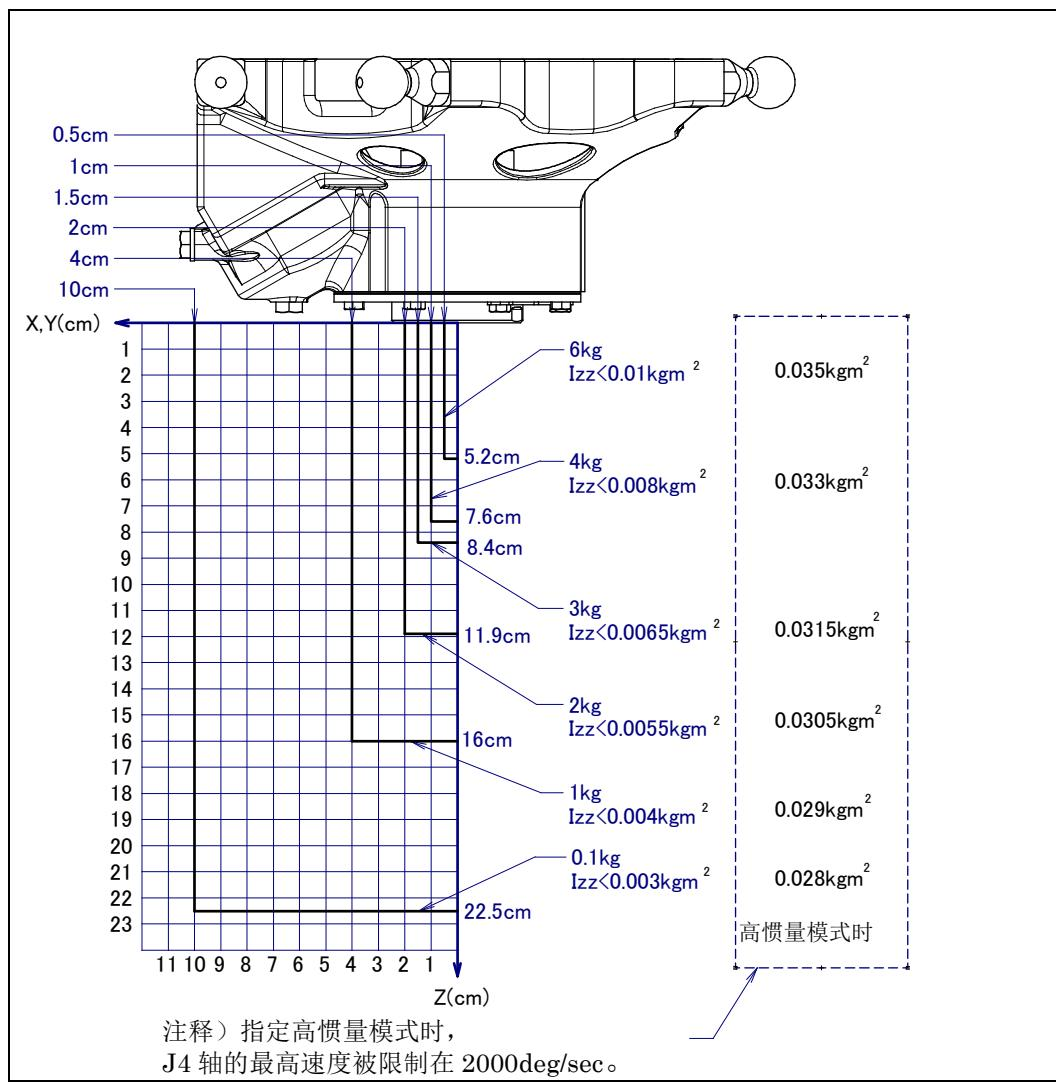

图 3.3 (a) 手腕部允许负载线图 (M-3iA/6S:标准惯量模式, 高惯量模式)
1. 关于软件版本 V8.10P/11 以前的高惯量模式, 请参照图 3.3 (a)。